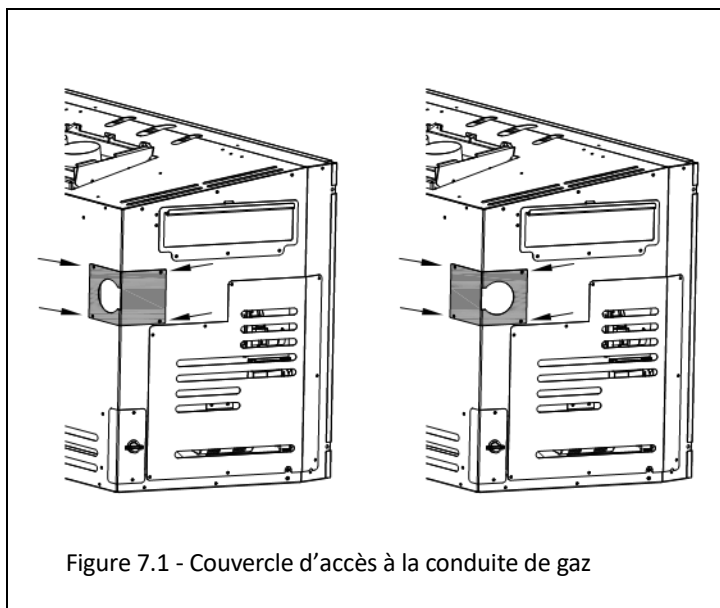

Figure 7.1 - Couvercle d'accès à la conduite de gaz
- Retirez les (4) vis retenant le couvercle du trou d'accès à la conduite de gaz.
- Suivez la Figure 7.1 pour relocaliser le couvercle du trou d'accès à la conduite de gaz selon le besoin de votre installation.